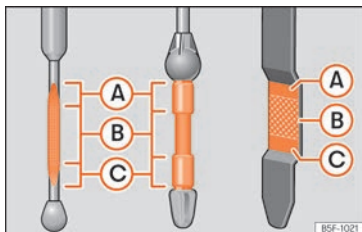

Abb. 282 Ölmessstab
Liegt der Ölstand über dem Bereich »» Abb. 282 (A), starten Sie den Motor bitte nicht. Dies könnte zu einer Beschädigung des Motors und des Katalysators führen. Wenden Sie sich an einen Fachbetrieb.
Der Ölstand darf keinesfalls über dem Bereich »» Abb. 282 (A) stehen, andernfalls könnte Öl über die Entlüftung der Motorölpumpe angesaugt werden und über die Abgasanlage in die Atmosphäre gelangen.